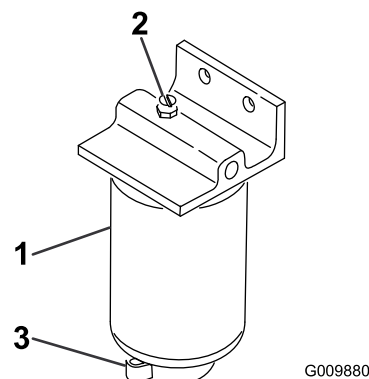

Figure 49
2. Desserrez le robinet de vidange au bas de la cartouche du filtre (**Figure 49**).
1. Nettoyez la surface autour des supports de la cartouche du filtre (Figure 49).